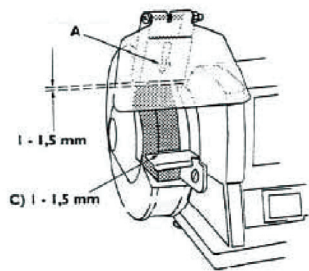

рис. 1
- прикрепите защитное стекло «А» к держателю при помощи винта (см. рис. 1);
- отрегулируйте положение стекла (см. Рис. 1) таким образом, чтобы ваше лицо было максимально защищено;
площадки. Закрепите опору «С» таким образом, чтобы зазор между опорой и точильным камнем не превышал 1-1,5 мм (см. рис.1)